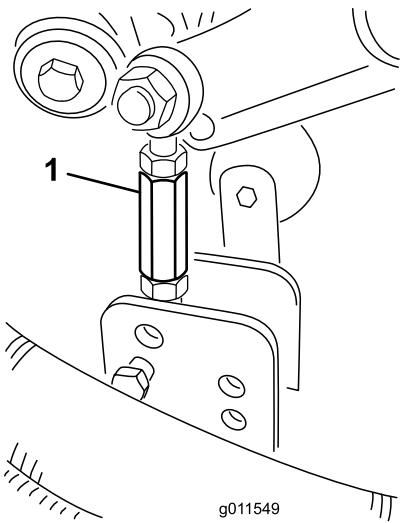

**Figura 4**
2. Rimuovete i bulloni, le rondelle e i dadi di bloccaggio che fissano il supporto di ogni giunto sferico del braccio di sollevamento al tubo del braccio orientabile dell'apparato di taglio (Figura 4).